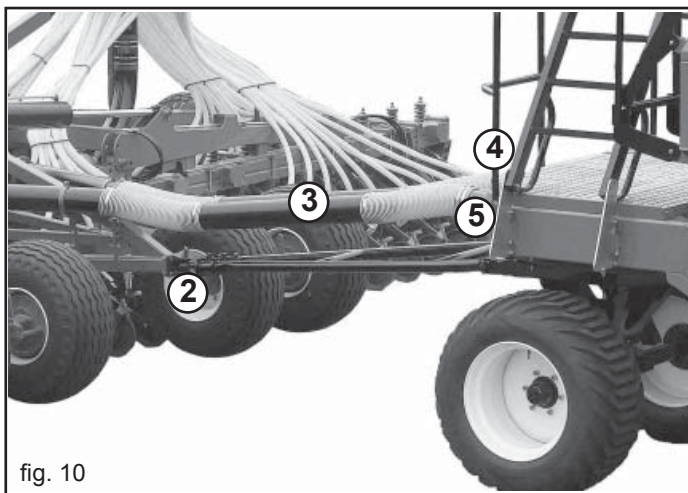

fig. 10
În spatele semănătorii cuplați AIR CART-ul la dispozitivul de tractare, utilizând știfturile de siguranță corespunzătoare (2, Fig. 10), cuplați tuburile de transport a semințelor (3), instalația electrică (4) și instalația oleodinamică (5).